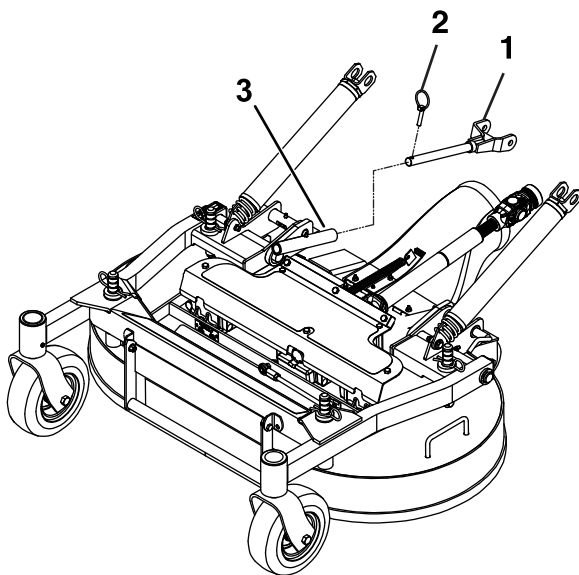

Bild 79
7. Entfernen Sie die Klappstecker vorne an den Schubarmen an beiden Seiten der Maschine (Bild 79).
7. Befestigen Sie die Schubarme mit den Klappsteckern an der linken und rechten Seite der Maschine (**Bild 79**).